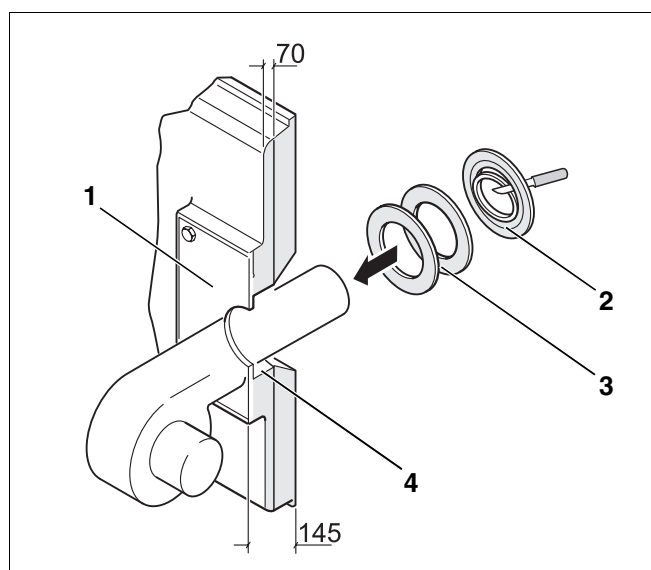

Fig. 32
- Skær eller bor et hul i brænderpladen (Fig. 32, **pos. 1**) svarende til brænderrørets diameter. Bor huller til fast-gørelse af brænderen efter brænderflangens hulmønster.
- Udkær isoleringsringe i overensstemmelse med brænderrørets diameter (Fig. 32, **pos. 2**).
- Udfyld den tilbageblevne spalte mellem brænderdørens isolering og brænderrøret (Fig. 32, **pos. 4**) med tilpassede isoleringsringe (Fig. 32, **pos. 3**).